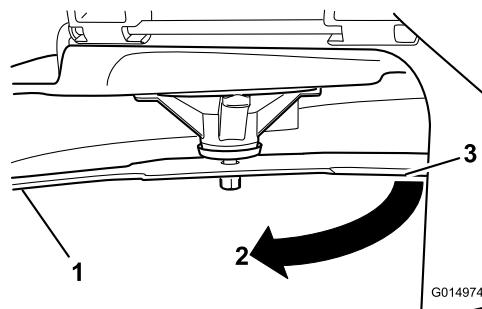

Figura 75
3. Distancia medida entre la cuchilla y la superficie (A)
4. Gire la misma cuchilla 180 grados de manera que el otro extremo esté en la misma posición (Figura 75).